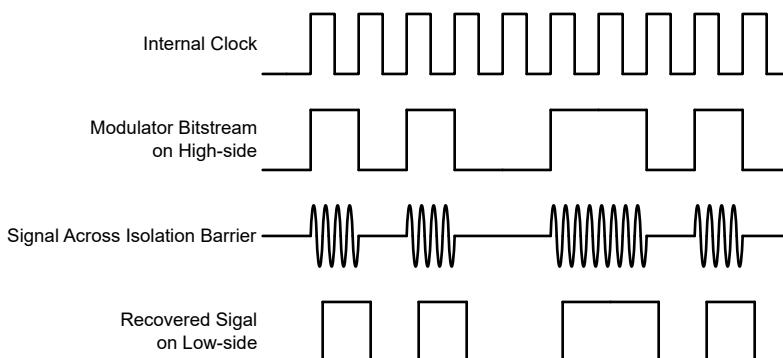

図 7-1. OOK ベースの変調方式
図 7-1 に示されているように、AMC0x30D-Q1 は、オン / オフ キーイング (OOK) 変調方式を使用して、変調器の出力ビットストリームを、SiO₂ ベースの絶縁膜間で伝送します。送信ドライバ (TX) をに 機能ブロック図 示します。TX は、内部で生成された高周波キャリアを絶縁バリア越しに送信し、デジタル 1 を表現します。ただし、TX はデジタル 0 を表す信号を送信しません。AMC0x30D-Q1 で使用されるキャリアの公称周波数は 480MHz です。